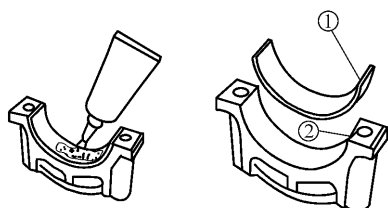
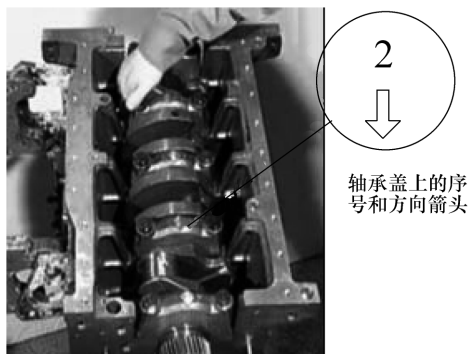

图 5-5 下瓦片安装与润滑
图 5-6 主轴承盖上的序号和方向标示
3) 将曲轴置于气缸体轴承座孔内, 曲轴较重时应使用吊装设备。将下瓦片装入轴承盖中, 确认定位吐舌正确入位。最后在每片瓦上涂抹机油 (图 5-5)。轴承盖按正确位置和方向装在气缸体上。如图 5-6 所示, 多数柴油机主轴承盖上的箭头指向发动机前端 (以维修手册说明为准)。